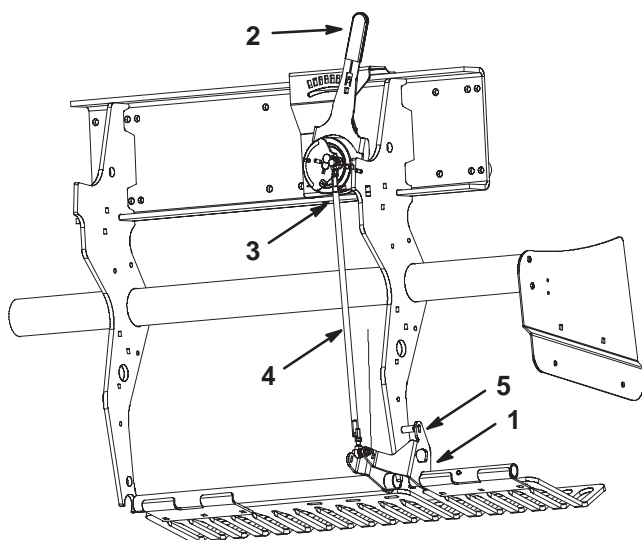

Bild 54
1. Drehen Sie die Befestigungshalterung der linken Rasenschutzvorrichtung (Bild 54) nach oben, bis ein Arretierbolzen (5/16 Drehstange oder Kopfschraube) zwischen die Halterung und dem am Rahmen angeschweißten Tiefeneinstellungsrohr eingesetzt werden kann.
2. Schieben Sie den Rasen-Niederhalterhebel (Bild 54) auf die „H“ Stellung (tiefste Einstellung).
3. Schließen Sie den Außenkugelschalter (Bild 54) vom Kabelbaum ab (Schalter für das Absenken des Kopfes).
4. Lösen Sie die Sicherungsmuttern (linke und rechte Seite) an der Spurstange für die Tiefeneinstellung (Bild 54).